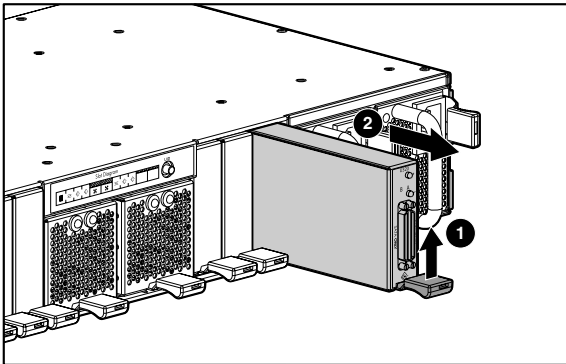

Afbeelding 1: Verwijderen van de Fibre Channel I/O-module
1. Til de donkerrode vergrendeling van de Fibre Channel I/O-module omhoog ❶ en trek de I/O-module uit de behuizing ❷ zoals weergegeven in Afbeelding 1.